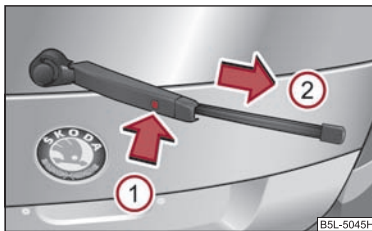

Fig. 52 Lamela ștergătorului lunetei
- Ridicați brațul ștergătorului de pe lunetă și poziționați lamela astfel încât să formeze un unghi drept cu brațul ștergătorului ⇒ fig. 52.
- Cu cealaltă mână deblocați siguranța ① și scoateți lamela în sensul săgeții ②.